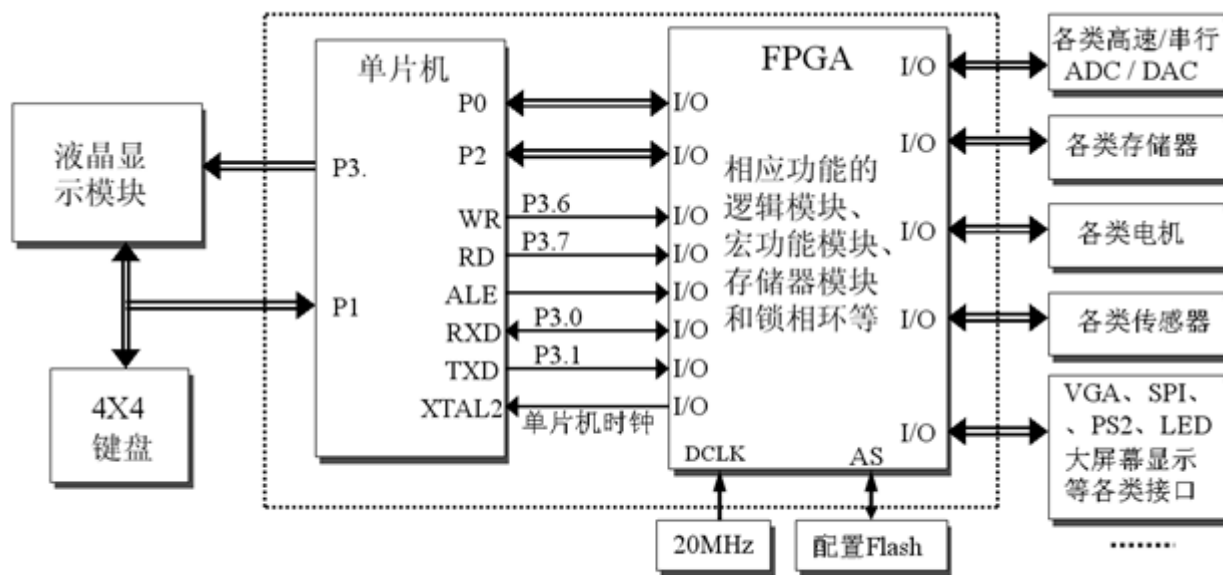

图 12-1 FPGA 与单片机的扩展系统设计模型图
- (1) **ADC**采样控制。
- (2) **DAC**信号输出控制。
- (3) 存储器接口。
- (4) 直流电机控制。
- (5) 步进电机控制。
- (6) 显示控制。
- (7) 其它。
- (8) 图12-1中为**FPGA**提供的时钟模块建议选择**20MHz**有源晶振。